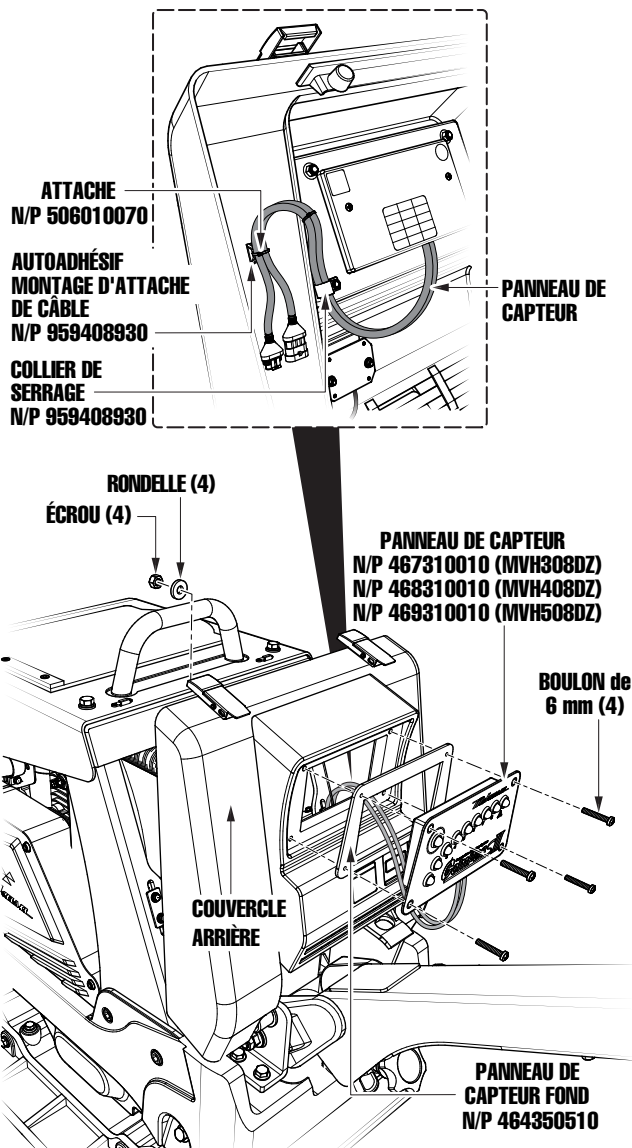

Figure 11. Installation du panneau de capteur
3. Placer le fond du panneau de capteur (N/P 464350510) à l'arrière du panneau de capteur (N/P 467310010 [MVH308DZ], N/P 468310010 [MVH408DZ], ou N/P 469310010 [MVH508DZ]). Voir la Figure 11.
4. Placer le panneau de capteur dans l'espace ouvert dans le couvercle arrière (Figure 11).
5. Placer le grand collier de serrage (N/P 959408930) sur les deux câbles qui partent de l'arrière du panneau de capteur. Voir la Figure 11.
6. Fixer le panneau de capteur au couvercle arrière avec les quatre boulons de 6 mm, les écrous et les rondelles qui ont été retirés précédemment (Figure 11). S'ASSURER que le collier de serrage (N/P 959408930) est fixé à l'intérieur du couvercle arrière avec un boulon de 6 mm, comme cela est illustré.
7. Fixer les câbles du panneau de capteur à l'intérieur du couvercle arrière avec une attache de câble (N/P 506010070) et le montage de l'attache de câble autoadhésif (N/P 955409080). Voir la Figure 11.